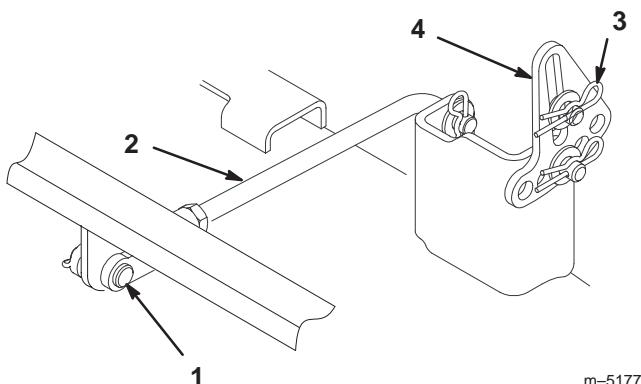

Figure 46
4. Retirez la goupille fendue et l'axe de chape de la tige du tourillon arrière (Fig. 46) de chaque côté du plateau de coupe.
5. Enlevez la goupille fendue et la rondelle des pattes de mise à niveau (Fig. 46) de chaque côté du plateau de coupe. Notez le trou de montage de la patte de mise à niveau en prévision de la repose. Dégagerez les pattes de l'axe de montage
4. Fixez le tourillon arrière à la machine à l'aide de l'axe de chape et de la goupille fendue (Fig. 46) de chaque côté du plateau de coupe.
5. Glissez les pattes de mise à niveau sur les axes de montage et fixez-les à l'aide des rondelles et des goupilles fendues (Fig. 46).